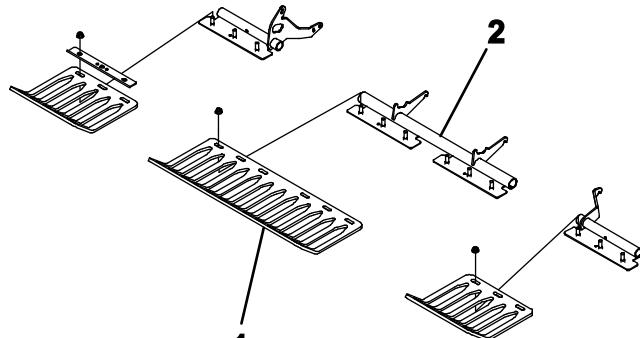

**Рисунок 21**
3. Поверните вспомогательную защелку назад и наденьте ее на палец вала аэратора (Рисунок 21). Закрепите соединение с помощью стопорного кольца.